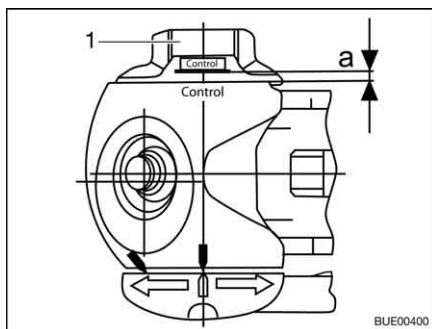

Fig. 206 Contrôle d'usure
- Tourner la molette de réglage (Fig. 206,1) vers la position de fermeture jusqu'à ce que vous ressentiez et entendiez le grincement du limiteur de couple. Sens de la rotation : Dans le sens des aiguilles d'une montre.
- Distance $a > 0$ (Fig. 206) : Usure à l'intérieur de la zone autorisée.